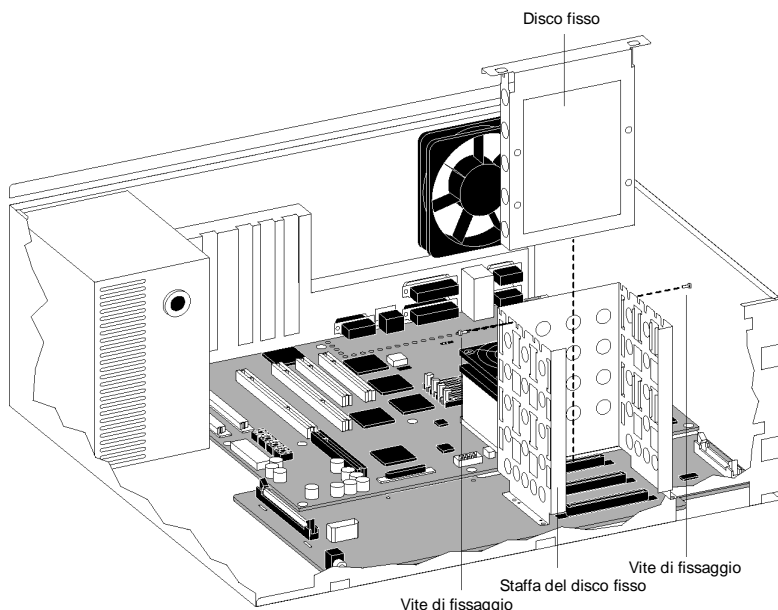

Figura 4-25 Rimozione e installazione del disco fisso
2. Svitare le due viti all'esterno della staffa del disco fisso (vedere Figura 4-25).
3. Dopo avere collegato il disco fisso al connettore della scheda del disco fisso, stringere le due viti all'esterno della staffa (vedere Figura 4-25 a pag. 4-39).